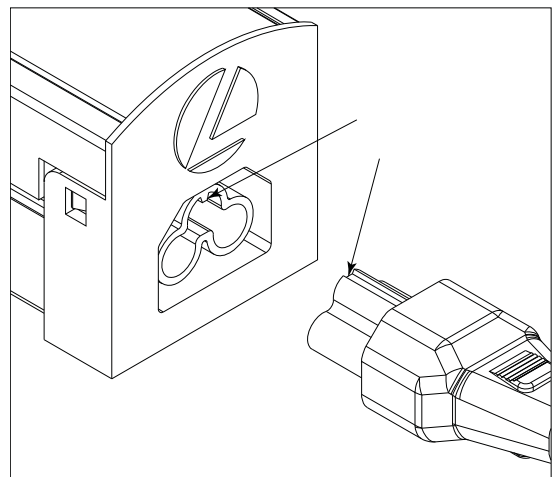

Figure 6
To route your fixtures around a corner, simply install fixtures near the corner, and use optional 18" Linking Cord to attach the remaining fixtures in the chain. Note: One end of fixture contains a "Keyed" port (6). Make sure the slotted end of connector is being installed into the end. **See Fig. 6.**
14. Once all fixtures have been installed- reinstall Port covers (9) on any open fixture ports.
Nota: Un extremo del montaje incluye el puerto con chaveta (6). Asegúrese de que el extremo ranurado del conector se instale en el extremo. **Vea Fig. 6**
14. Una vez que todos los montajes se instalen, vuelva a instalar las cubiertas del puerto (9) en cualquier puerto de montaje abierto.
13. Montez le reste des luminaires tel qu'indiqué dans les étapes précédentes au moyen du connecteur de ligne inclus ou d'un câble de rallonge optionnel de 18 po Remarque : Si les luminaires sont liés au moyen du connecteur de ligne (11), insérez le connecteur dans le luminaire installé précédemment et connectez le luminaire suivant au connecteur. Tout en retenant le luminaire - marquez les endroits des trous pour les vis de montage. Pour faire tourner vos luminaires, installez-les simplement près du coin, et utilisez le câble de rallonge optionnel de 18 po pour rattacher le reste des luminaires à la chaîne.
Remarque : Une extrémité des luminaires contient un port « à détrompeur » (6). Assurez-vous que l'extrémité fendue du connecteur y soit installée. **Voir Fig. 6.**
14. Une fois tous les luminaires installés - réinstallez les couvercles des ports (9) sur tout port ouvert des luminaires.
Note: One end of fixture contains a "Keyed" port (6). Make sure the slotted end of connector is being installed into the end. **See Fig. 6.**
Nota: Un extremo del montaje incluye el puerto con chaveta (6). Asegúrese de que el extremo ranurado del conector se instale en el extremo. **Vea Fig. 6.**
10. Una vez que todos los montajes se instalen, vuelva a instalar las cubiertas del puerto (9) en cualquier puerto de montaje abierto.
10. Une fois tous les luminaires installés - réinstallez les couvercles des ports (9) sur tout port ouvert des luminaires.